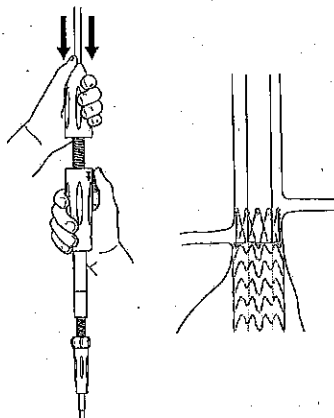

Figura 14. Rimozione del sistema di rilascio
3. Tirare all'indietro il pulsante del dispositivo esterno di scorrimento e tenerlo fermo mentre si porta l'impugnatura anteriore verso il dispositivo di scorrimento (figura 14).